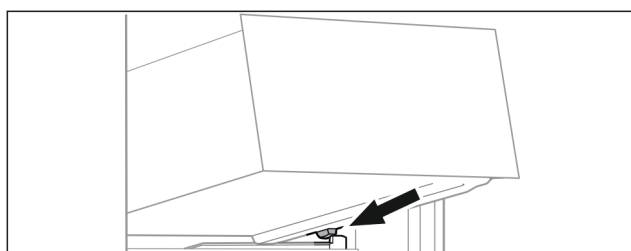

Fig. 76
- ▶ Nasadte zásuvku šikmo za zářezky na žebrování na nádoby. (viz Fig. 76)